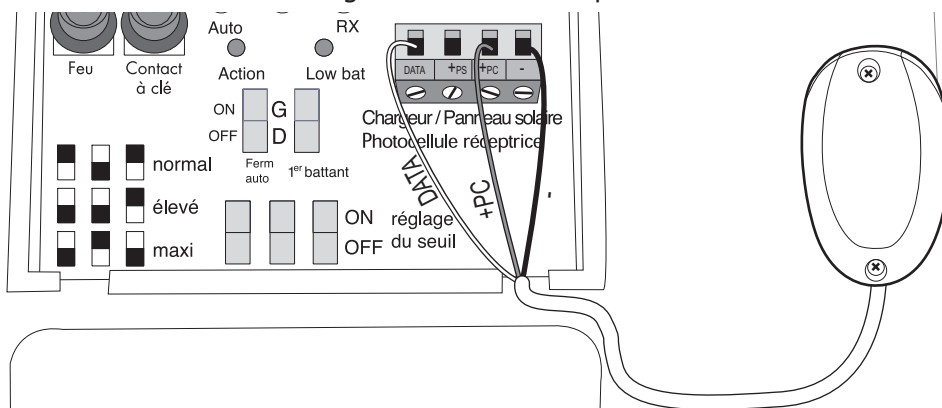

Figure 48
- 1- Câbler les photocellules aux opérateurs comme indiqué dans la **Figure 48**.